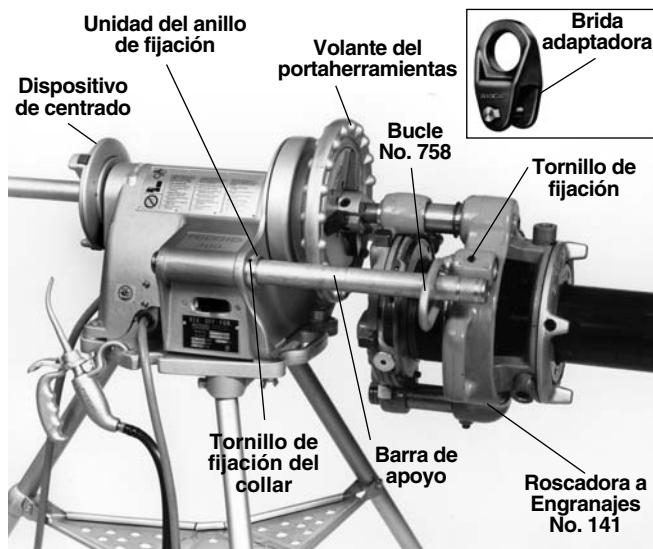

Figura 19 – Roscadora a engranajes No. 141 acoplada al Accionamiento Autopropulsado con el método cercano
4. Roscadoras a Engranajes No. 141 (*Figura 19*): Tire de la barra de apoyo en el lado del interruptor y asegure el anillo de fijación contra el cuerpo del Accionamiento Autopropulsado con los tornillos de fijación.
5. Roscadoras a Engranajes No. 141 (*Figura 19*): Deslice el bucle (abrazadera) No. 758 sobre la barra de apoyo y asegúrela en el bucle de la caja de engranajes con los tornillos de fijación.
iNOTA! Use la Brida Adaptadora No. E-3675 (*Figura 19*) en lugar del bucle No. 758 en todas las Roscadoras 4P que no tienen un agujero para el bucle en la caja de engranajes.